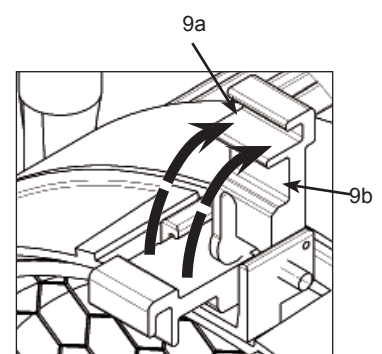

Abb. 6 / figure 6
- Zubehör, wie z.B. Flügeltor, in vorderen Einschub (9a, Abb. 6) der Halteklauen (9) einsetzen.
- Der hintere Einschub (9b, Abb. 6) der Halteklauen dient zur Aufnahme von Filterrahmen oder Scrims.
- Anschließend die Torsicherung (13) wieder schließen und den sicheren Halt des Zubehörs prüfen.
- Insert accessories into the front slot (9a, fig. 6), e.g. barndoor.
- The rear slot (9b, fig. 6) of the accessory bracket holds filter frames or scrims.
- Now close the top latch (13) again and check if the accessories are securely locked.